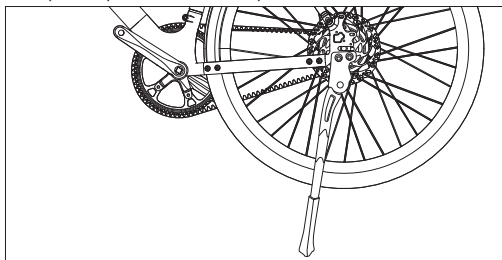

Figura 10-1
- Afrouxe os parafusos e as anilhas e depois remova-os do desviador, conforme mostrado na [Figura 10-1].